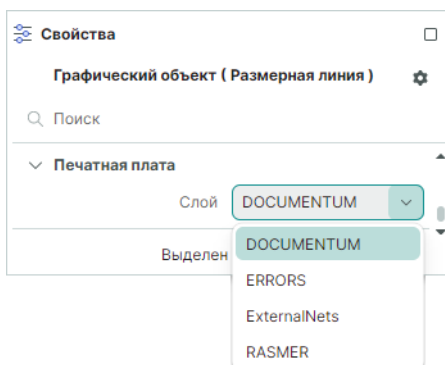

Рис. 406 Группа «Печатная плата»
5. Группа «Печатная плата» содержит выпадающий список с выбором слоя размещения размерной линии, см. Рис. 406.